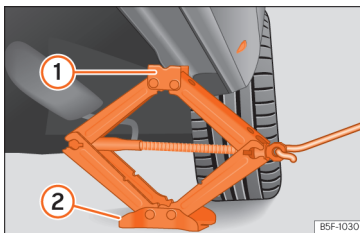

Abb. 226 Längsholm: Wagenheber ansetzen.
- Drehen Sie die Kurbel des unter dem Aufnahmepunkt des Längsträgers befindlichen Wagenhebers, bis sich die Nase (1) » » » (Abb. 226) unter der vorgesehenen Einföhrung befindet.
- Richten Sie den Wagenheber so aus, dass sein Aufnahmehorn (1) in die dafür vorgesehene Aufnahme am Längsträger „greift“ und die bewegliche Grundplatte (2) plan auf dem Boden aufliegt. Die Bodenplatte (2) muss sich dabei senkrecht unter dem Aufnahmepunkt (1) befinden.